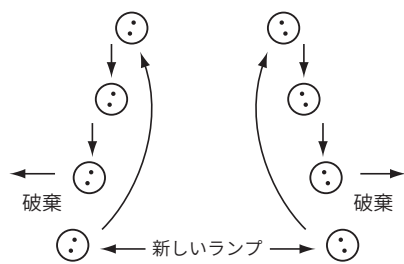

図 9 - 回転/交換の流れ
**回転システム:** 各試験機は、各側に4個ずつ計8個のランプを使用しています。ランプ操作の400時間毎に各バンクで最も古いランプを置き換えて照度を制御します。その時点で、残りの6個のランプが図9に示すように回転します。放射照度は寿命/出力曲線上の4つの異なる点におけるランプの平均です。この平均は時間の経過とともに比較的安定しているため、複数のランプを搭載した試験機は、単体のランプを搭載した試験機よりも大きなメリットをもたらします。